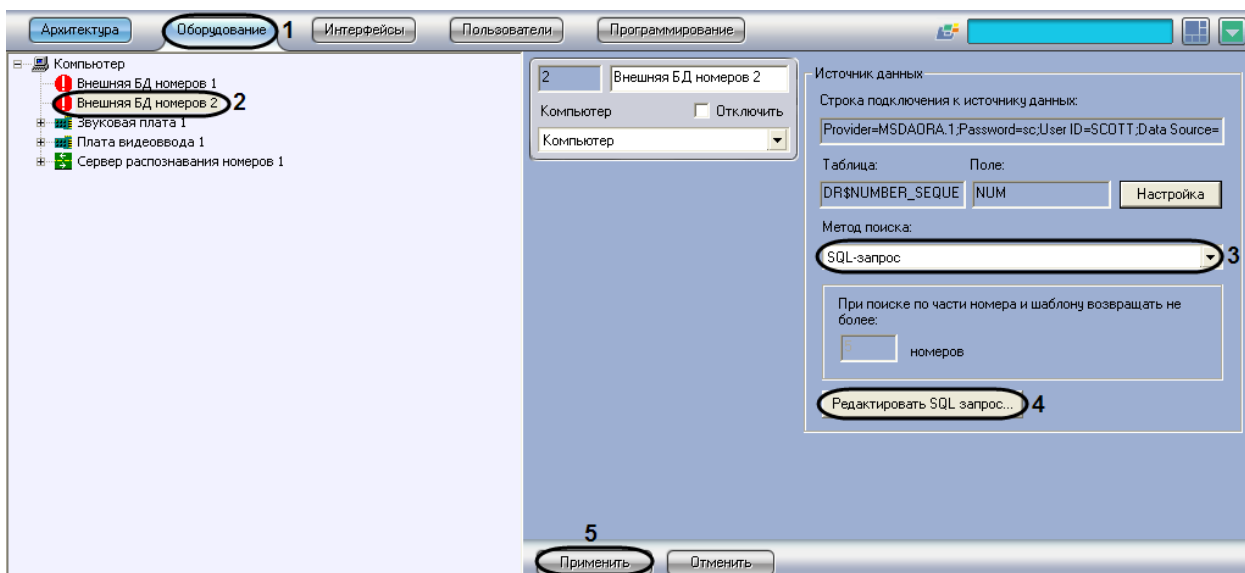

Рис. 7.5—12. Выбор Задание SQL-запроса
2. Выбрать в дереве объект «Внешняя БД номеров» (Рис. 7.5—12, 2).
3. Из списка «Метод поиска» выбрать значение «SQL-запрос» (см. Рис. 7.5—12, 3).